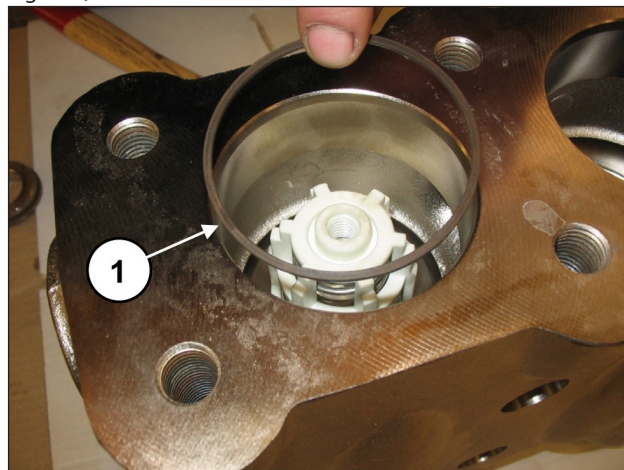

Fig. 120
Inserire l'anello antiestrusione, pos. esploso n. 18 (pos. ①, Fig. 120).